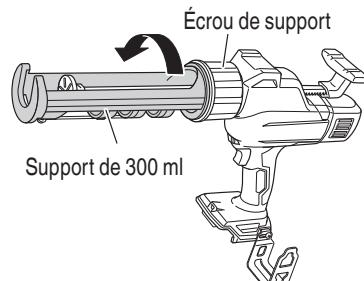

Fig. 10
- Tenez l'écrou du support et tournez le support dans le sens de la flèche pour le retirer du corps principal. (Fig. 10)